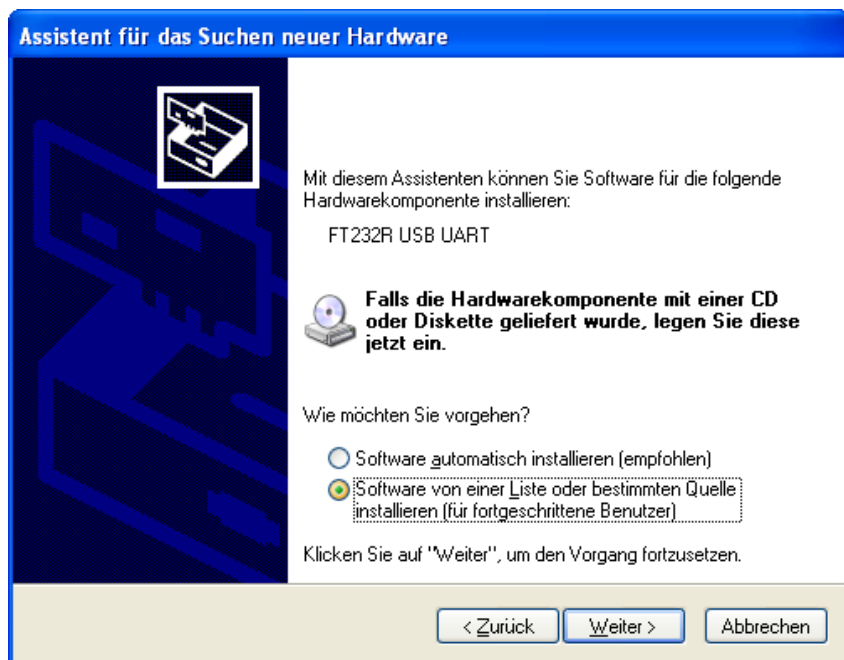

Abbildung 10.2
- Wählen Sie "Software von einer Liste oder bestimmten Quelle, um zu installieren (für fortgeschrittene Benutzer)", wie in Abbildung 10.2 unten dargestellt und klicken Sie dann auf "Weiter".